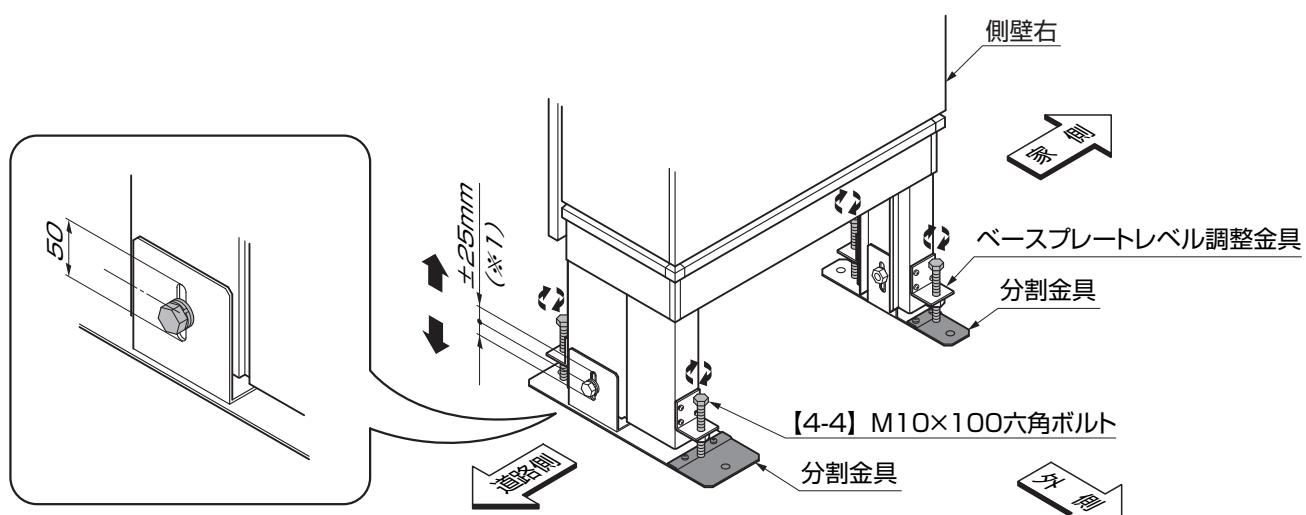

図3-2 ベースプレート調整手順詳細図
- ④ベースプレートレベル調整金具に上方向から【4-4】を軽くねじ込んでください。(図3-2参照)
- 最終的なレベル調整は、「6 基礎コンクリートの施工 3.間口寸法と側壁の倒れ調整」時に【4-4】を使って ±25mm の範囲(※1)で調整してください。(図3-2参照)